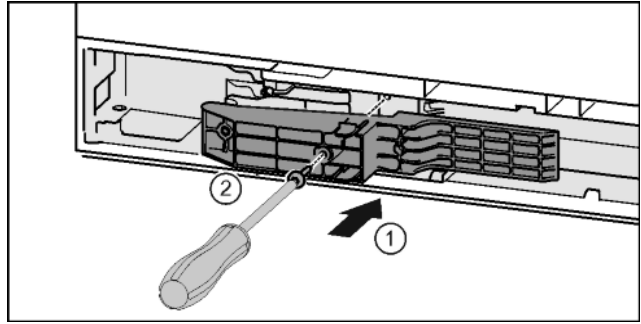

Fig. 44*
- ▶ Adapterstuk aan de greepzijde in de uitsparing plaatsen.* Fig. 44 (1)
- ▶ Schroeven met schroevendraaier T15 vastschroeven.* Fig. 44 (2)